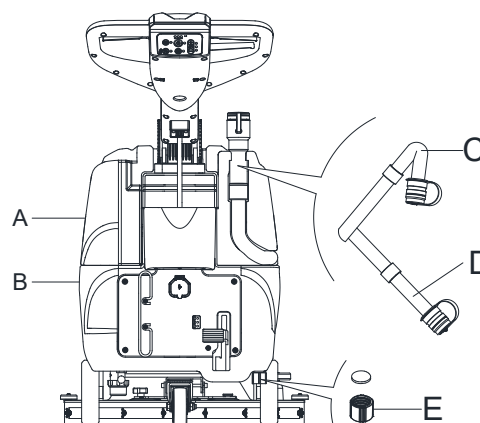

Figure 11
Lors de la vidange des eaux usées, le tube d'aspiration des déchets doit être replié (C, Figure 11) et abaissé en position inférieure (D, Figure 11), puis ouvrez le couvercle du tube d'aspiration des déchets pour vidanger l'eau. Ne pas orienter vers le haut le tuyau de vidange, afin de drainer l'eau à la verticale. Ceci afin d'éviter que les eaux usées se déversent sur l'opérateur.
8. Videz le réservoir de solution avec le couvercle de sortie (E, Figure 11). Après avoir travaillé, rincer le réservoir avec de l'eau propre.
2. Videz les réservoirs (A et B, Figure 11) comme indiqué au paragraphe précédent.